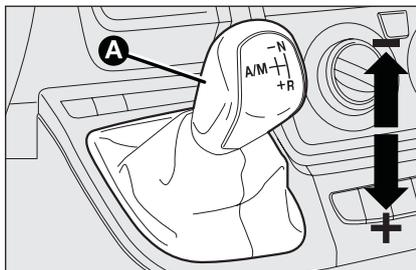
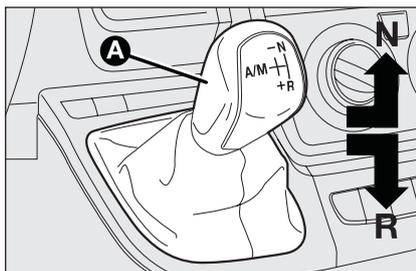
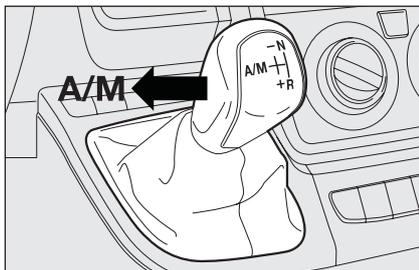

fig. 1
fig. 2
fig. 3
Il cambio è costituito da una trasmissione meccanica tradizionale provvista di leva **A-fig. 1**, alla quale è stato aggiunto un dispositivo elettroidraulico a controllo elettronico che gestisce automaticamente la frizione e l'inserimento delle marce.
- Spingere la leva del cambio verso **+** (marcia superiore) **fig. 1** per inserire la prima marcia (se si proviene da **N** o **R** basta portare la leva nella posizione centrale) oppure in **R fig. 2** per inserire la retromarcia.
- In condizione di marcia, spingere la leva del cambio verso **(+)** **fig. 1** per inserire la marcia superiore oppure verso **(-)** **fig. 1** per inserire quella inferiore.
- Spingere la leva del cambio in **A/M** **fig. 3**, per inserire la logica automatica; spingere la leva del cambio verso **+** (marcia superiore) **fig. 1** per inserire la prima marcia (se si proviene da **N** o **R** basta portare la leva nella posizione centrale) oppure in **R** **fig. 2** per inserire la retromarcia.
La leva di comando **A-fig. 1**, ubicata nel tunnel centrale, è di tipo flottante "multi-stabile", ossia può assumere tre posizioni stabili e tre instabili.
Le tre posizioni stabili sono quelle corrispondenti alla folle **N-fig. 2**, alla retromarcia **R-fig. 2** e alla posizione centrale situata tra le posizioni instabili (**-**) e (**+**) **fig. 1**.
Le posizioni instabili, ossia quelle che vengono abbandonate dalla leva non appena questa viene rilasciata, sono invece le posizioni di richiesta marcia superiore (**+**), posizione richiesta marcia inferiore (**-**) e la posizione di richiesta modalità di funzionamento automatica (**A/M**) **fig. 3**.
spostare la leva in posizione (+) **fig. 1** per inserire una marcia superiore;
spostare la leva in posizione (-) **fig. 1** per inserire una marcia inferiore.
Per inserire/disinserire il funzionamento automatico (**AUTO**) occorre spingere la leva in posizione **A/M** **fig. 3**; l'avvenuta attivazione viene segnalata dalla visualizzazione della scritta **AUTO** **fig. 5** e della marcia inserita sul display multifunzionale riconfigurabile.
- con leva già in posizione centrale spostare la leva verso **+** (marcia superiore) **fig. 1**;
- con leva in (**N**) o (**R**) **fig. 2** spostare la leva in posizione centrale e quindi verso **+** (marcia superiore) **fig. 1**;
- con leva già in posizione centrale spostare la leva per 2 volte verso **+** (marcia superiore) **fig. 1**;
- Portare la leva in (**R**) **fig. 2**;